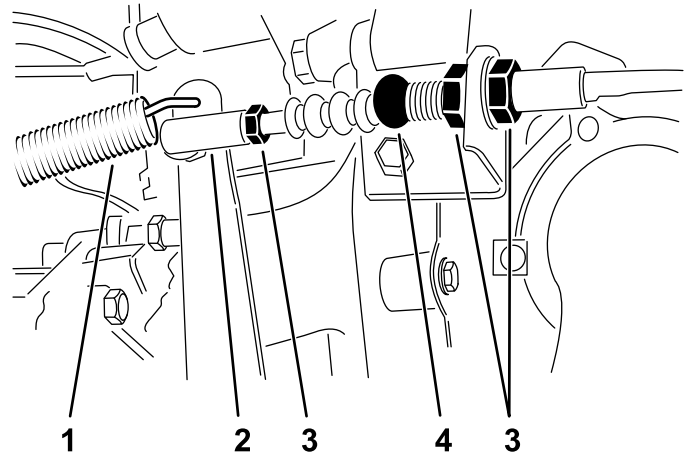

Figura 61
1. Slăbii contrapiuliile care fixează cablul ambreiajului pe suportul de pe carcasa ambreiajului i fuliei (Figura 61).